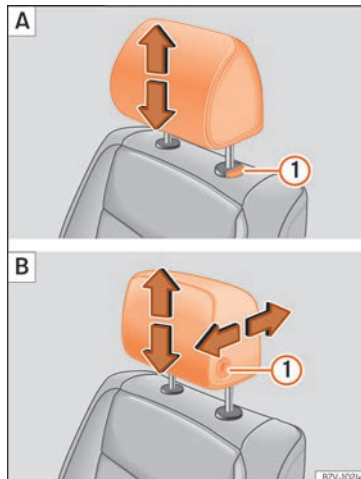
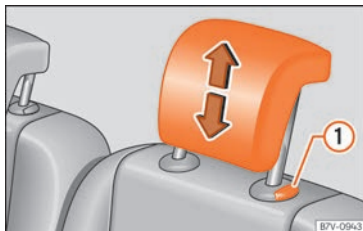

Fig. 154 A: Regolazione dei poggiatesta non regolabili in direzione longitudinale, B: Regolazione dei poggiatesta regolabili in direzione longitudinale.
Fig. 155 Regolazione dei poggiatesta della seconda e terza fila di sedili.
- Alzare il poggiatesta in direzione della freccia o abbassarlo » » **fig. 154** o » » **fig. 155** ① premendo il tasto » »  in **Smontaggio e montaggio dei poggiatesta** a pag. 159.
- Spostare il poggiatesta in avanti seguendo la direzione della freccia o indietro » » **fig. 154** ① **B** premendo il tasto.